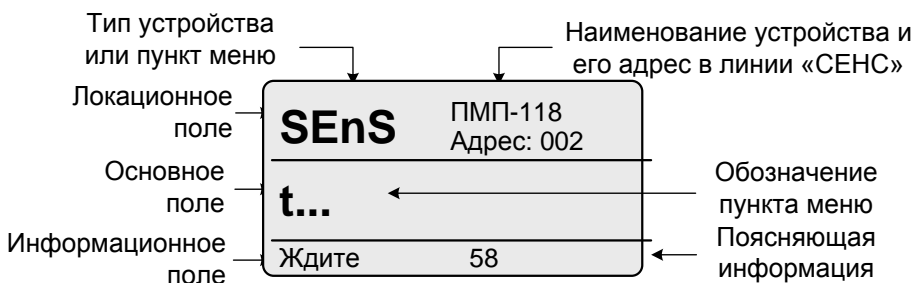

Рисунок 12
3.7.2.5 Если на выполнение операции сохранения (чтения, калибровки и т.д.) требуется более одной секунды, то на табло отобразится «t...» в основном поле, и «Ждите» в информационном поле (рисунок 12). Далее через указанное время (секунды) на табло отобразится результат выполнения операции.